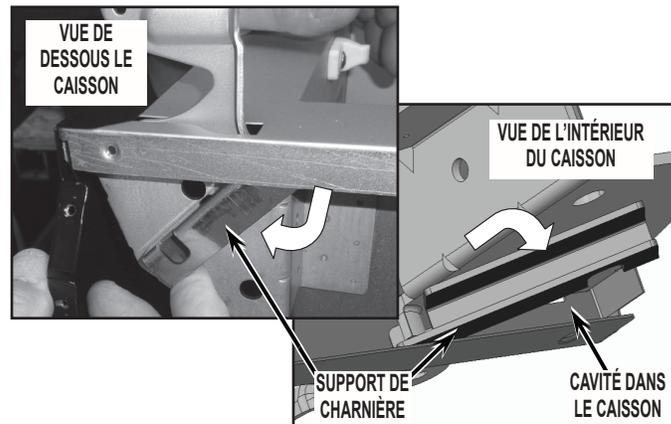

FIGURE 9
11. Faire pivoter le support de charnière de sorte qu'il repose à l'intérieur de la cavité dans le caisson, sous la charnière inférieure. Voir la Figure 9.